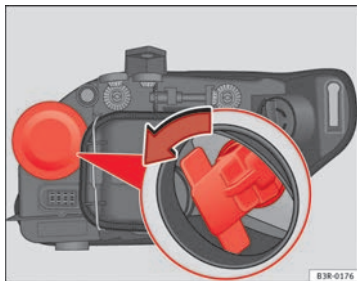

Abb. 203 Glühlampe für Blinker
- Den Lampenträger durch Ziehen am Halter und durch Drehen gegen den Uhrzeigersinn herausnehmen ⇒ Abb. 203.